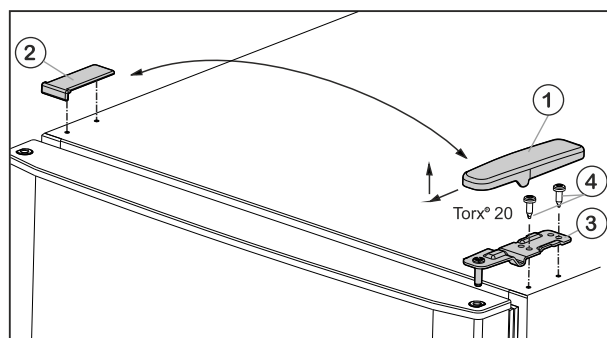

Fig. 5
- Enlever le cache Fig. 5 (1) vers l'avant et vers le haut.
- Retirer le cache Fig. 5 (2).
- Dévisser le support d'appui supérieur Fig. 5 (3) (2 Torx® 20) Fig. 5 (4) et retirer vers le haut.
- Placer le support d'appui supérieur Fig. 5 (3) sur le nouveau côté charnière de porte.
- ▶ Revisser le support de palier (**en appliquant un couple de 4 Nm**) (2 Torx® 20) Fig. 5 (4). Utiliser au besoin une visseuse sans fil.
- ▶ Remettre en place l'habillage Fig. 5 (1) du côté opposé depuis l'extérieur et l'enclencher.
- ▶ Remettre en place l'habillage Fig. 5 (2) du côté opposé depuis le dessus et l'enclencher.